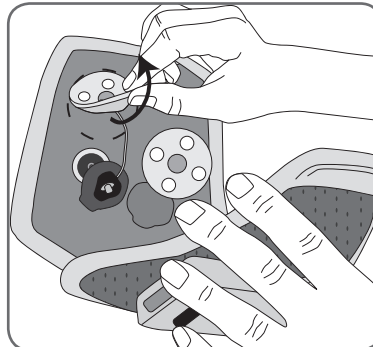

Figura 30: Cómo quitar las bases de electrodos usados.
4. Quite de la banda de EF las bases de electrodos usados. Vea la Figura 30.